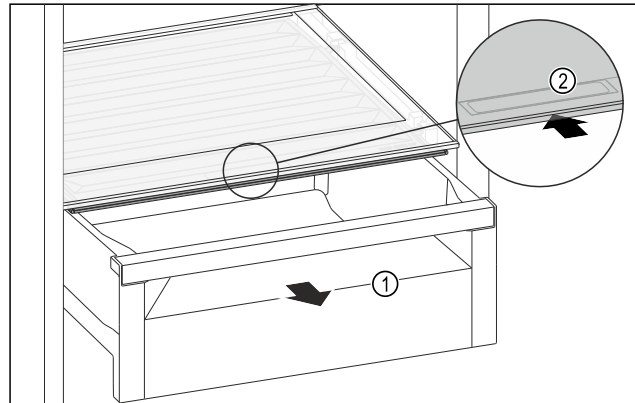

Fig. 194
- ▶ Извлеките выдвижной ящик Fig. 194 (1).
- ▶ Возьмитесь за утопленную ручку Fig. 194 (2) на крышке отделения и одновременно введите крышку отделения назад.